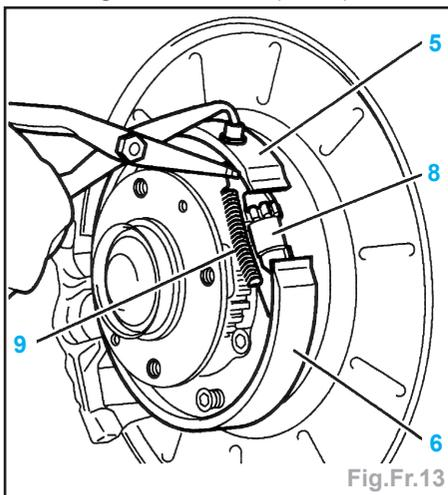

Fig.Fr.13
- Déposer (Fig.Fr.13) :
- le ressort (9) à l'aide d'une pince spéciale,
- le mécanisme de réglage (8),